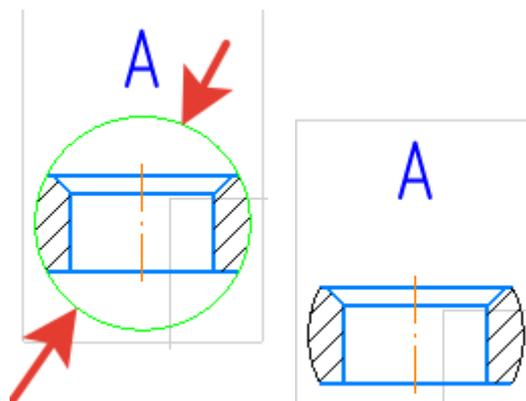

Рисунок 58.
21. На инструментальной панели **Правка** -  **Усечь кривую**. Удалить часть окружности (рисунок 58).